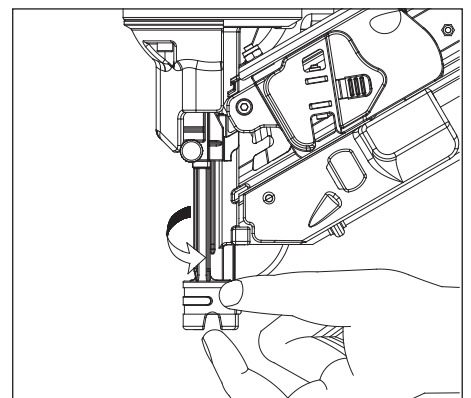

Figura 12 - Ajuste de la profundidad del clavo
4. Gire 1/4 de vuelta el WCE hacia su posición original como se muestra. Vea la figura 12.